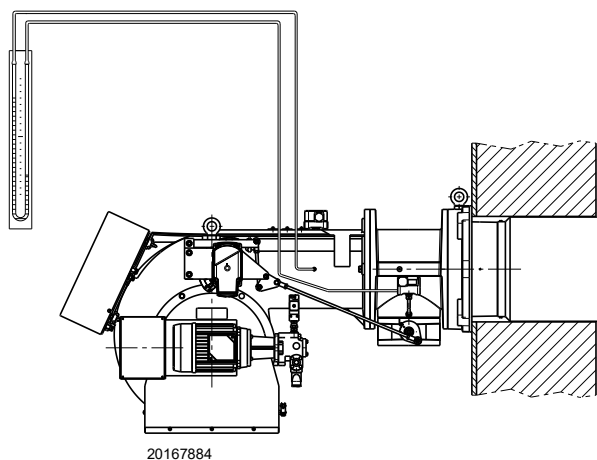

Рис. 28
- Соедините U-образный манометр или дифференциальный манометр (Рис. 28) разъемом (+) со штуцером газа на патрубке, а (-) с камерой сгорания.
Поступление газа на патрубок определяется по U-образному манометру (Рис. 28).